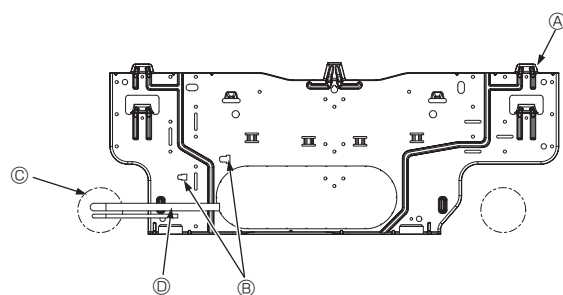

Fig. 3-5
- Ⓓ Vis de fixation (4 x 25) ②
- Ⓕ Planche d'installation ①
3.3. Lors de l'insertion des tuyaux dans le mur (Fig. 3-5)
- Ⓐ Planche d'installation ①